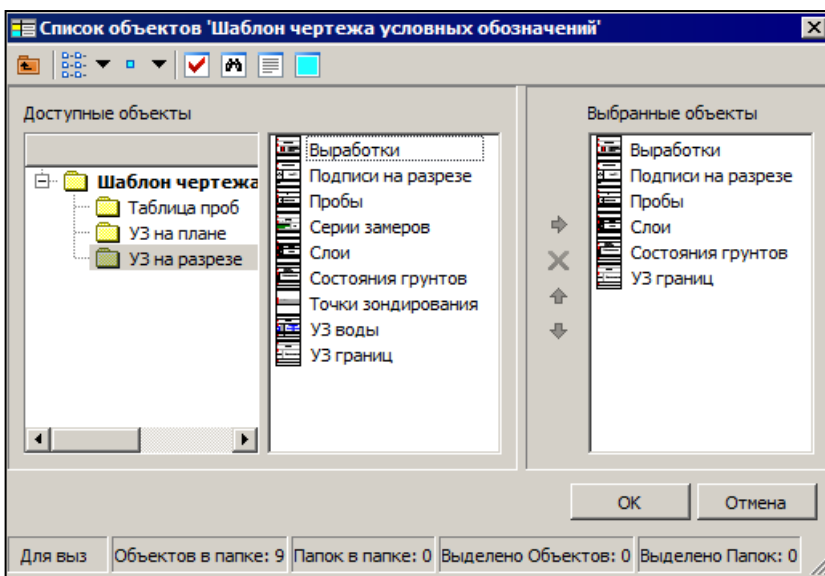

Рис. 14.3
- В диалоге **Список объектов «Шаблон чертежа условных обозначений»** объекты из папки УЗ на разрезе (окно **Доступные объекты**) переместите в окно **Выбранные объекты** как на рисунке (рис. 14.3).